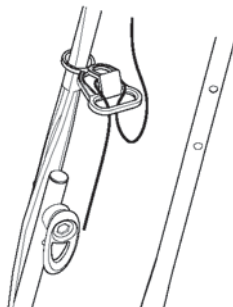

Fig.14
- > Faites une boucle sur le câble et accrochez cette boucle au détendeur de câble (11) (fig.14). Branchez l'appareil.